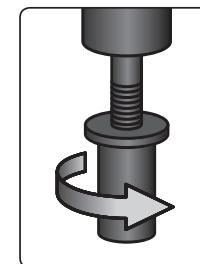

Fig. 4
- Réglez le sens de rotation de la tête du mandrin vers la droite. Ne tenez plus l'adaptateur dans une main pour lui permettre de tourner et tout en tenant l'écrou de rivet dans une main, laissez l'axe central fileté de l'adaptateur se visser dans l'écrou (fig. 4). L'écrou de rivet doit être vissé sur l'axe dans le sens indiqué à la fig. 4, autrement, il ne sera pas possible de tirer l'écrou du rivet.